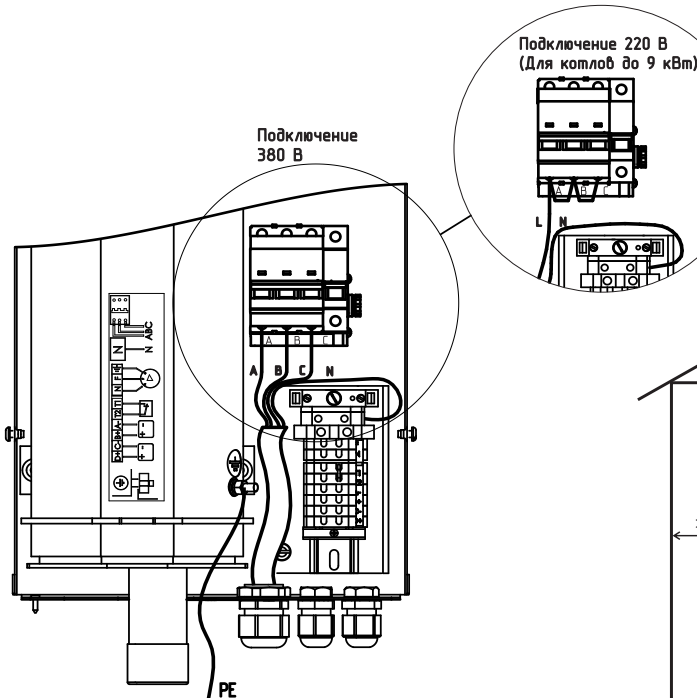

Рис. 3 Схема подключения электроводонагревателя
- Подключить электроводонагреватель к трехфазной сети переменного тока 380 В, 50 Гц, для этого присоединить рабочий нулевой провод на клемму нейтраль (N) электроводонагревателя, фазные провода на клеммы А, В, С вводного автомата. Защитный нулевой провод (РЕ) подключить на болт «ЗАЗЕМЛЕНИЕ» см. Рис.3;
- При питании электроводонагревателя от однофазной сети переменного тока 220 В, 50 Гц присоединить рабочий нулевой провод на клемму нейтраль (N) электроводонагревателя а фазный на клеммы А, В, С вводного автомата, защитный нулевой провод (РЕ) должен подключаться к клемме «ЗАЗЕМЛЕНИЕ» см. Рис.3. Для соединения клемм А, В, С вводного автомата в комплекте имеется специальная перемычка (только для ZOTA-3...ZOTA-9), которая устанавливается на вводных клеммах автомата (см. Рис.3);
- Присоединить провода (F, N, заземление) от насоса к соответствующим контактам на клеммной колодке котла как показано на Рис.3. Мощность, потребляемая насосом не должна превышать 500 Вт;
- Для установки дополнительного модуля-GSM/GPRS необходимо снять блок управления (7) с кожуха водонагревателя (3), снять крышку с блока управления и установить на ее место крышку с платой модуля-GSM/GPRS, предварительно подключив кабель управления модулем к разъёму XS4 на плате блока управления. Далее необходимо установить SIM-карту в модуль, установить на место блок управления и присоединить антенну к разъёму модуля-GSM/GPRS. Провод от антенны необходимо пропустить в кабельный ввод (18);